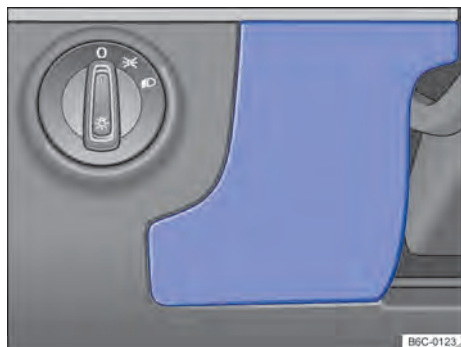

Fig. 133 Del lado del conductor en el panel de instrumentos: cubierta de la caja de fusibles.
- Sostener la cubierta de la caja de fusibles → fig. 133 y tirar hacia adelante.